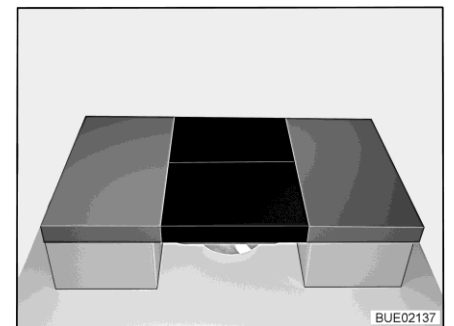

Fig. 173 Después de la transformación
- Colocar dos cojines adicionales en la mesa (véase Fig. 173).